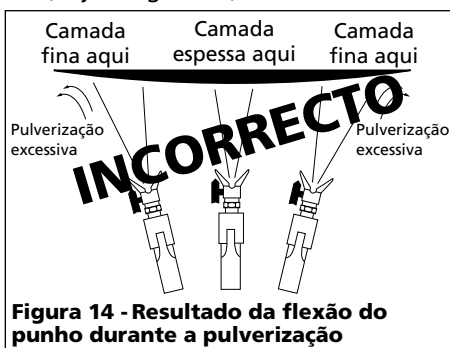

Figura 14 - Resultado da flexão do punho durante a pulverização
2. **Mova a pistola com movimentos suaves e uniformes.** Mova a pistola em ritmo contínuo e uniforme mantendo-a perpendicular à superfície (veja as Figuras 13 e 14). Não use ou ventile a pistola em leque, pois isso causará pulverização demasiada e cobertura desigual. (Veja a Figura 14).